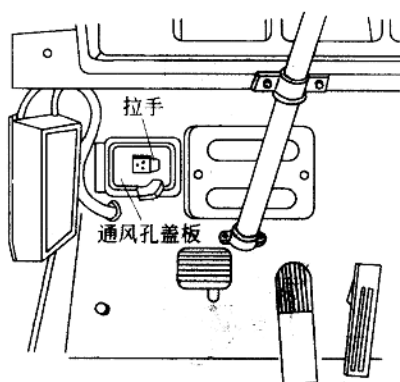

图 1-12 驾驶室通风孔盖板
2. 驾驶室通风。驾驶室通风是通过车头内独立式风道和车门三角窗来实现的。如图 1-12 所示,在驾驶室前围板左、右下部各有一个通风孔盖板,拉开盖板,空气便通过风道进入驾驶室。